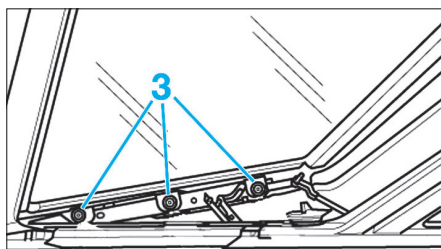

Fig. 57
- Dégrafer l'écran (2) à l'avant et au centre, puis l'extraire dans le sens de la flèche. Dévisser les vis Torx (T 25) (3) (Fig.57) des deux côtés et dégager le couvercle par le haut.